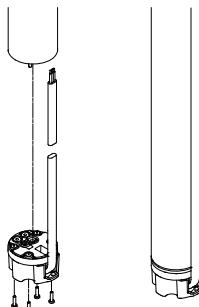

Fig. 8
4. Împingeți mufa cablului în socul motorului. Fișa cablului nu poate fi montată greșit, vezi fig. 8.
5. Poziționați și strângeți cele patru șuruburi (1 - 1,5 Nm), vezi fig. 8.